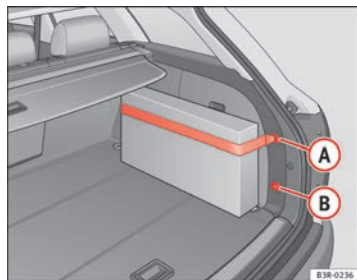

Fig. 119 Sangle de fixation sur le revêtement latéral droit du coffre à bagages
- Accrochez la sangle à la fixation **A** ou **B** ⇒ fig. 119.